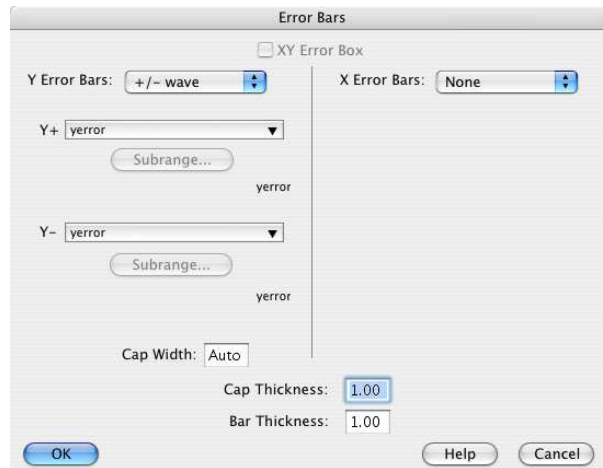

Fig. 8 : Ajout de barres d'erreur
3. Dans la nouvelle boîte, représentée sur la figure 8, sélectionner l'option *+/- wave* et donner **yerror** à *Y+* et *Y-*, puis valider.